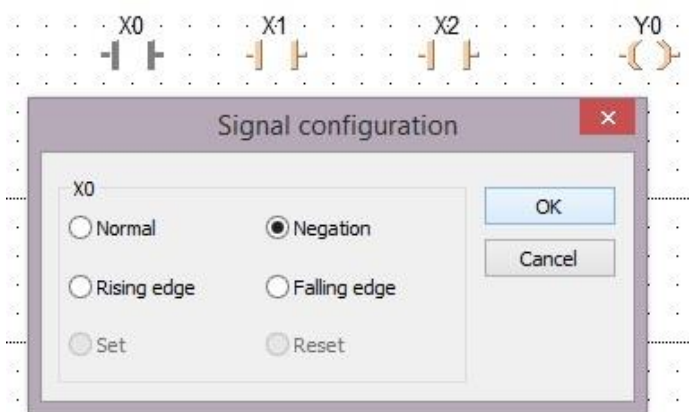

Figura 1-17 Contacte negative
6. Selectare *Negation* în fereastra care s-a deschis și apăsare buton OK (vezi figura 1-17);